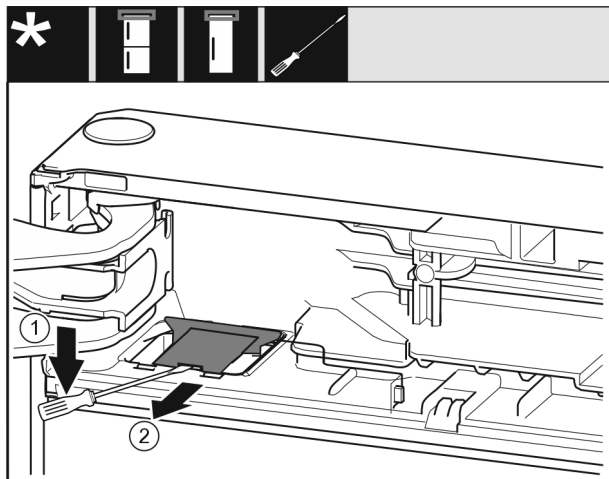

Fig. 10
- ▶ З допомогою шліцевої викрутки звільнити і підняти кришку. Fig. 10 (1)
- ▶ Монтувати кришку. Fig. 10 (2)